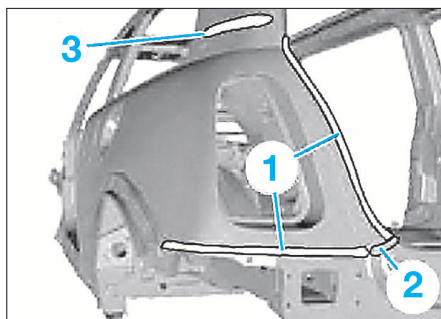

FIG. 22
- Meuler les points de soudure dans la zone (1) (Fig.22).
- Souder les zones (1) (Fig.22).
- Braser la zone (2).
- Garnir la zone (3) de mousse expansive à travers le trou depuis l'intérieur du véhicule.